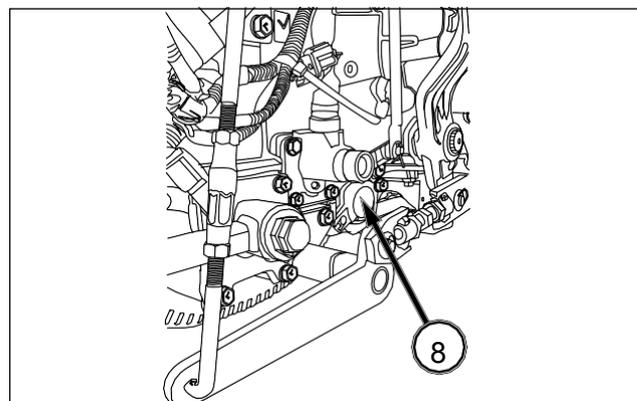

FIG. 200
FIG. 200: Para limpiar los filtros de aceite de transmisión (tipo con doble acoplamiento) - Cuando se haya vaciado el aceite, desatornille el filtro de aceite de aspiración de transmisión (8) del cárter de transmisión.